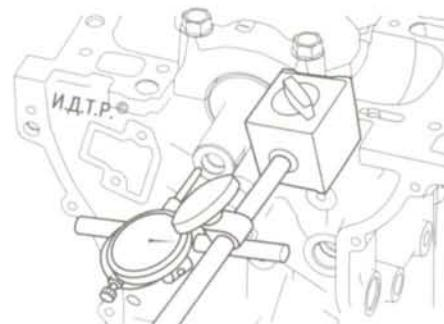

Рис. 5.35. Измерение осевого зазора коленчатого вала
21. Проверьте осевой зазор коленчатого вала (рис. 5.35), он должен составлять 0,05–0,25 мм. Предельно допустимый зазор 0,4 мм. Если зазор превышает предельно допустимое значение, замените упорные полукульца коленчатого вала.